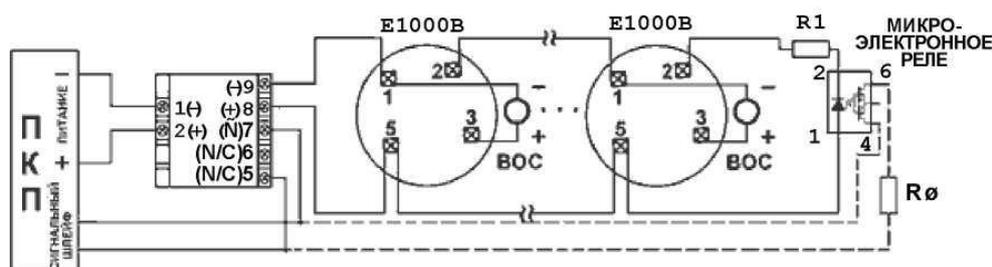

Рис. 1. Схема подключения УС к ПКП и к базам E1000B с извещателями серии ЕСО1000.
Устройства согласования M424RL, M412RL и M412NL предназначены для подключения пожарных извещателей серий 100/400, ЕСО1000 и ПРОФИ производства System Sensor к ПКП с 4-х проводной схемой включения. УС обеспечивает питание подключенных пожарных извещателей и контроль их тока потребления. Переход одного или нескольких извещателей в режим «Пожар» сопровождается увеличением тока потребления, что вызывает переключение контактов реле УС и включение красного светодиода, расположенного на передней панели. Сброс режима «Пожар» УС M424RL, M412RL производится отключением от шлейфа активизированного пожарного извещателя, либо снятием напряжения питания с УС. Устройство M412NL в режиме «Пожар» примерно через пять секунд отключает питание извещателей на 1,5 сек. Данная функция обеспечивает автоматический выход из режима «Пожар» после устранения причины, вызвавшей активизацию извещателя. УС снабжены приспособлениями, позволяющими легко устанавливать их на различные поверхности. Максимально допустимый ток шлейфа УС в дежурном режиме - 6 мА - позволяет подключить до 40 извещателей серии ЕСО1000, ПРОФИ или 1151Е, 2151Е, 5451Е. (Извещатель 5451Е имеет рабочее напряжение питания от 15 до 35 В и может подключаться только к УС типа M424RL). Для обеспечения контроля исправности двухпроводного шлейфа в качестве его окончного элемента рекомендуется использовать микроэлектронное реле, например, типа PVT312 (International Rectifier) или 5 П14Б с токоограничивающим резистором R1 6,8 кОм ±5% для M412RL и M412NL и 15 кОм ±5% для M424RL (рис. 1,2). При обрыве шлейфа и при отсутствии питания микроэлектронное реле отключает окончный элемент R шлейфа и на ПКП поступает сигнал «Неисправность». Изделие собрано на печатной плате, установленной в пластмассовый корпус, с двух сторон которого расположены винтовые контакты с универсальными шлицами для подключения проводников. Металлическая монтажная пластина с крепежными отверстиями закрывается декоративной крышкой.
1. Подключите УС к базам извещателей (рис. 1,2).